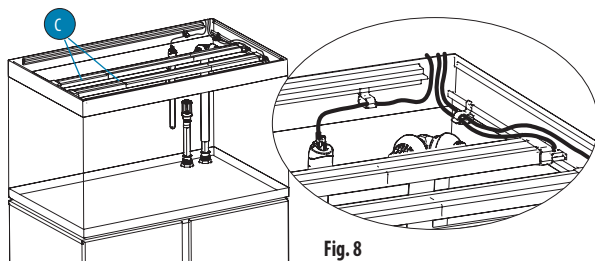

Fig. 8
1. Placer soigneusement les rampes d'éclairage à DEL (C) dans leur position finale sur les glissières du rebord supérieur.
2. Pull the LED Strip cables out of the tank (Fig. 8).